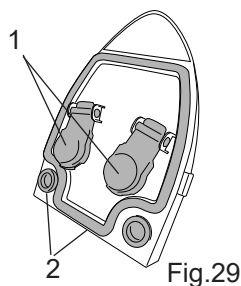
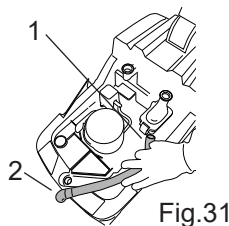

Fig.29
Fig.31
- Поверните крышку и убедитесь, что поплавки могут свободно перемещаться (рис. 29 - поз. 1).
- Очистите уплотнения влажной тряпкой (рис. 29 - поз. 2).
- Отсоедините шланг от распределительного клапана (рис. 31 - поз. 1) и от переднего скребка (рис. 29 - поз. 2).